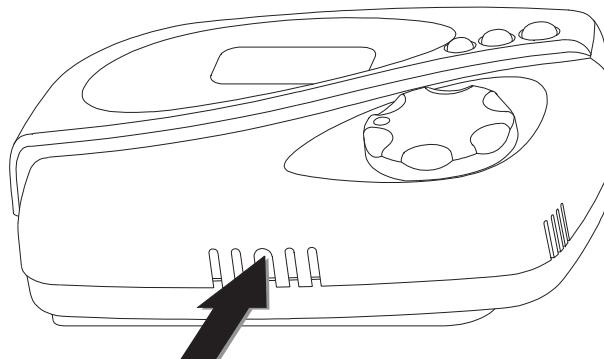
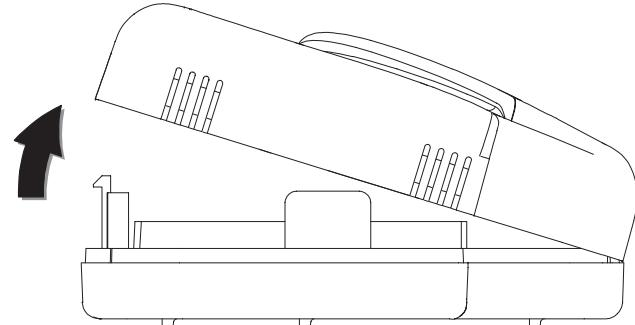

Fig. 2: Ranura para la apertura de la caja.
Fig. 3: Apertura caja.
1. Remover la tapa empujando con la ayuda de algún utensilio (por ej. un destornillador) el diente de plástico situado en la ranura, en la parte inferior como en la Fig. 2 y levantar la tapa sólo de un lado como muestra la Fig. 3.